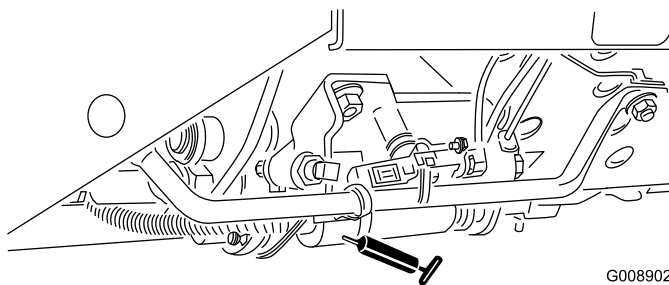

Bild 53
- Mähen-/Transportschieber (Bild 53)